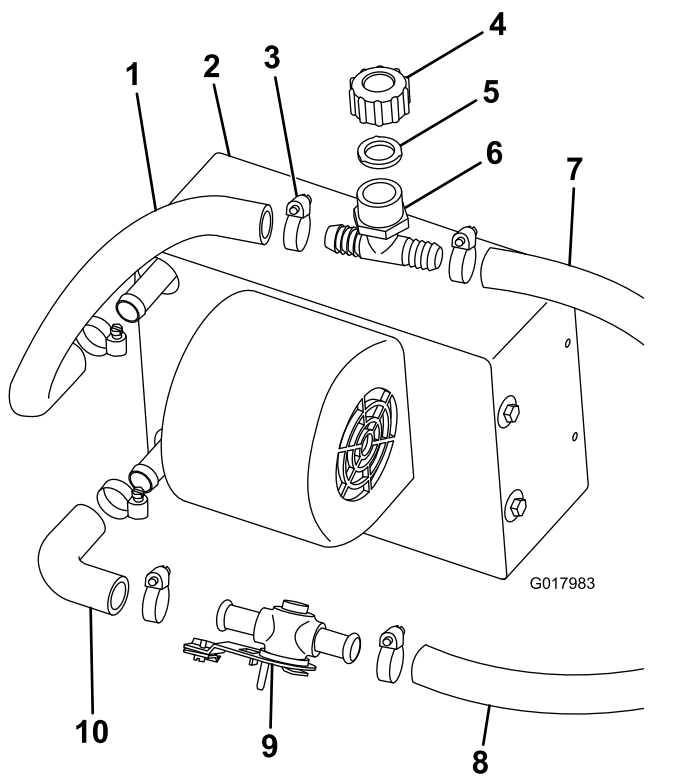

Figura 20
1. Conecte el codo al acoplamiento inferior del calentador con una abrazadera (Figura 20).
- Conecte la válvula del calentador al codo con una abrazadera (Figura 20).
- Corte un trozo de manguera ($\frac{5}{8}$ ") de 36 cm de largo y sujételo al acoplamiento superior del calentador con una abrazadera (Figura 20).
- Conecte el acoplamiento en T de llenado blanco, la junta y el tapón a la manguera superior del calentador con una abrazadera (Figura 20).